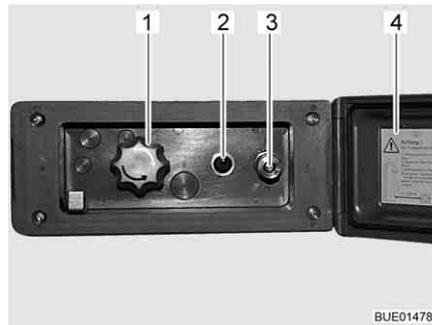

Fig. 139 Conexión de ducha exterior
- Desbloquear y abrir la tapa (Fig. 139,4).
- Conectar la manguera de la ducha exterior al cierre rápido (Fig. 139,3).
- Encender la bomba de agua con el interruptor (Fig. 139,2).
- Ajustar la temperatura del agua con el botón giratorio (Fig. 139,1) según se desee.
- Apagar la bomba de agua con el interruptor (Fig. 139,2).
- Cerrar la tapa (Fig. 139,4) y bloquearla con la llave.
- Poner el botón giratorio (Fig. 139,1) en la posición central.